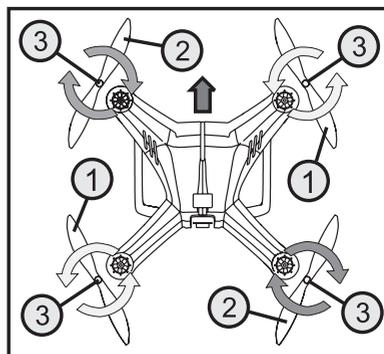

Figura 2
Durante il montaggio verificare il senso di rotazione dell'elica. L'elica anteriore sinistra e posteriore destra, viste dall'alto, girano in senso orario; l'elica anteriore destra e posteriore sinistra girano in senso antiorario (vedere frecce di direzione di rotazione in figura 2).
Sulle eliche sono incollati dei dadi (vedere figura 2, pos. 3) che si serrano automaticamente durante il funzionamento del quadricottero.